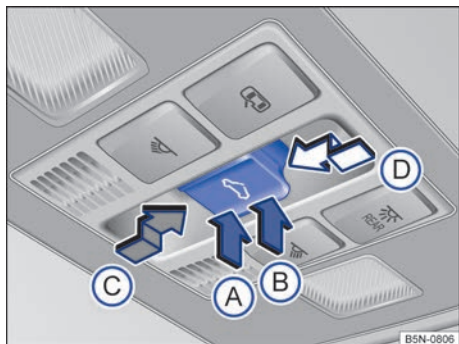

Fig. 69 En el revestimiento interior del techo: tecla del techo de cristal.
La tecla → fig. 69 tiene dos niveles. En el primer nivel, el techo se puede abrir, cerrar o situar en la posición deflectora total o parcialmente.
- *Ajustar la posición deflectora:* pulse la parte trasera → fig. 69 (B) de la tecla hasta el primer nivel. Función automática: pulse brevemente la parte trasera (B) de la tecla hasta el segundo nivel.
- *Cerrar el techo de cristal situado en la posición deflectora:* pulse la parte delantera (A) de la tecla hasta el primer nivel. Función automática: pulse brevemente la parte delantera (A) de la tecla hasta el segundo nivel.
- *Detener la función automática al ajustar la posición deflectora del techo o al cerrar el techo:* pulse de nuevo la parte delantera (A) o la parte trasera (B) de la tecla.
- *Abrir el techo de cristal:* presione la tecla hacia atrás (C) hasta el primer nivel. Función automática hasta la posición de confort: presione la tecla brevemente hacia atrás (C) hasta el segundo nivel.
- *Cerrar el techo de cristal:* presione la tecla hacia delante (D) hasta el primer nivel. Función automática: presione la tecla brevemente hacia delante (D) hasta el segundo nivel.
- *Detener la función automática durante la apertura o el cierre:* presione de nuevo la tecla hacia atrás (C) o hacia delante (D).
- *Techo de cristal:* antes de que transcurran aprox. 5 segundos desde la activación de la función antiaprisionamiento, presione la tecla  → fig. 69 hasta el segundo nivel en el sentido de la flecha  hasta que el techo se cierre completamente.